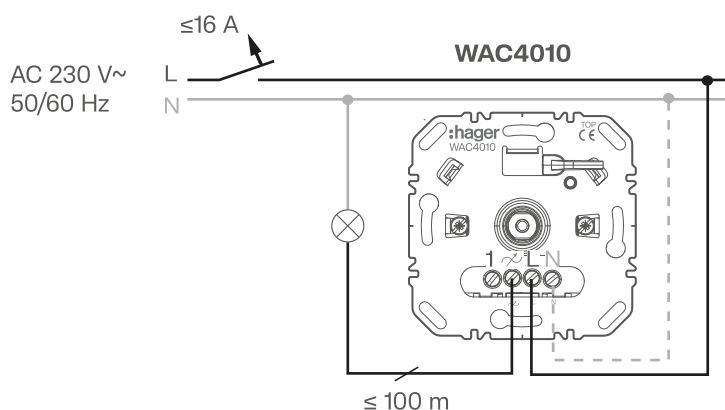
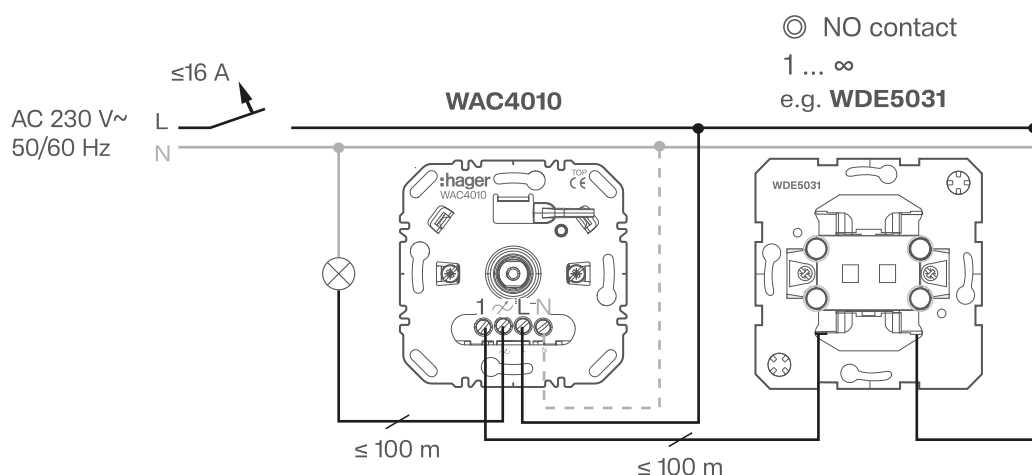

Fig. 11: Schema di collegamento
Fig. 12: Schema di collegamento con pulsante unità slave opzionale
- Collegare il dispositivo secondo lo schema di collegamento (Fig. 11 o Fig. 12).